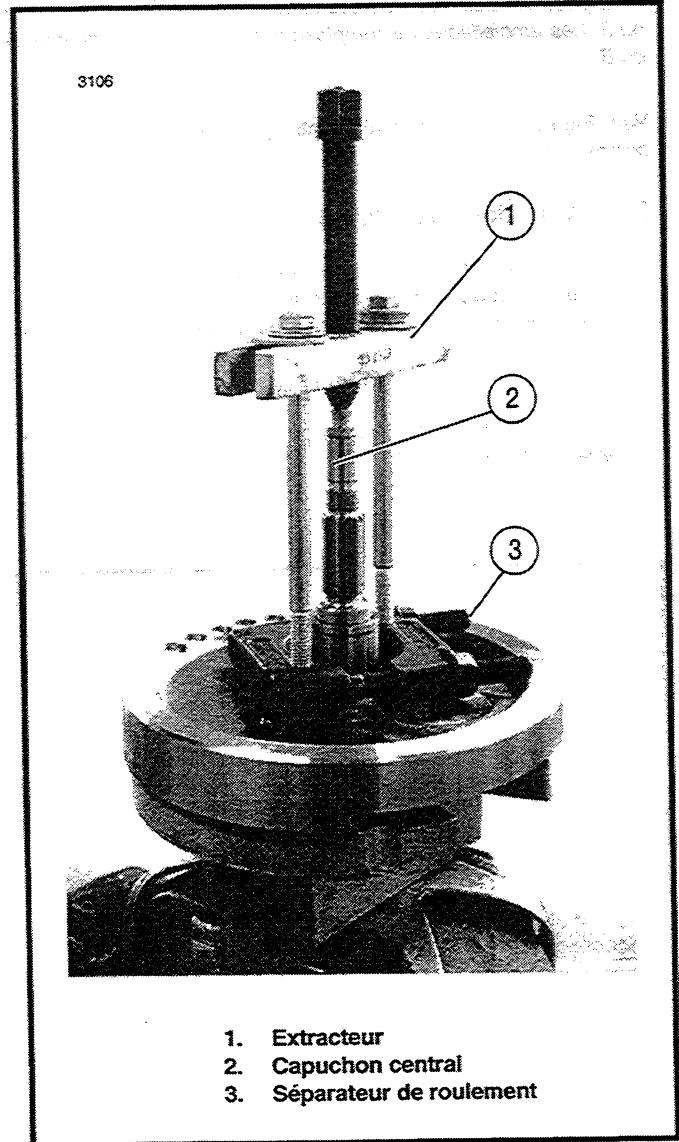

Figure 3-73. Extraction de la bague intérieure de la queue de vilebrequin côté distribution
Voir Figure 3-73. Pour enlever la bague intérieure de la queue de vilebrequin côté distribution, utilisez l'EXTRACTEUR (réf. HD-97292-61), le CAPUCHON CENTRAL (réf. HD-95652-43A), et le SEPARATEUR DE ROULEMENT (Snap-on CJ950). Chauffer la bague pour faciliter l'extraction. Quatre tailles de roulements sont
10. Voir Figure 3-73. Retirez la bague de la queue de vilebrequin côté distribution à l'aide de l'EXTRACTEUR (réf. HD-97292-61), du CAPUCHON CENTRAL (réf. HD-95652-43A), et du SEPARATEUR DE ROULEMENT (Snap-on CJ950). Chauffez la cage pour faciliter la dépose.